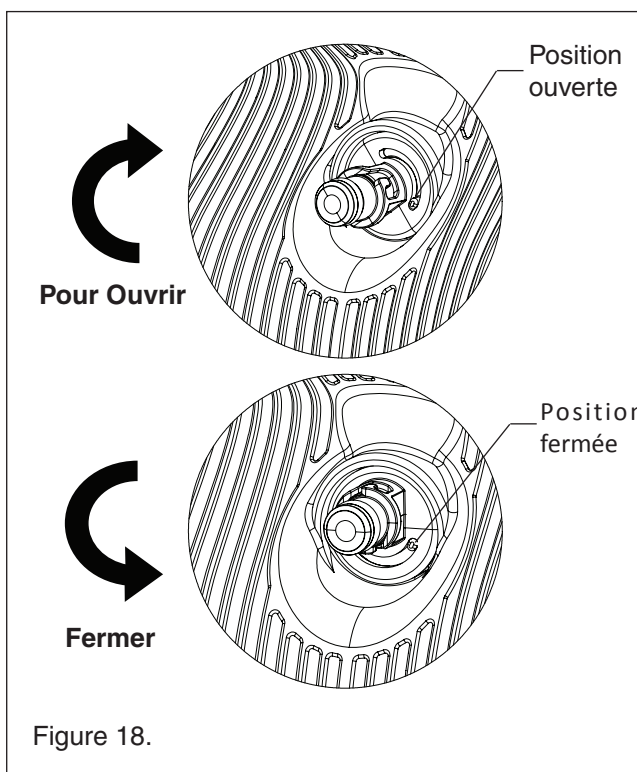

Figure 18.
3. Le régulateur pour tuyau balai sort de l'usine en position fermée. Pour ouvrir le régulateur pour tuyau balai, pousser l'embout du tuyau balai sur le régulateur pour tuyau balai. Une fois qu'il est inséré jusqu'au bout, tourner l'embout du tuyau balai **dans le sens des aiguilles d'une montre** jusqu'à ce qu'il ne puisse plus tourner (environ 45 degrés). **Voir la Figure 18.** Tirer sur l'embout du tuyau balai et l'embout se verrouillera en place.
4. Pour enlever le tuyau balai et fermer le régulateur pour tuyau balai, prendre l'embout du tuyau balai et le tourner **dans le sens contraire des aiguilles d'une montre** jusqu'à ce qu'il ne puisse plus tourner (environ 45 degrés). **Voir la Figure 18.** Tirer sur l'embout du tuyau balai pour le sortir du régulateur pour tuyau balai et le ranger dans un endroit sécuritaire.